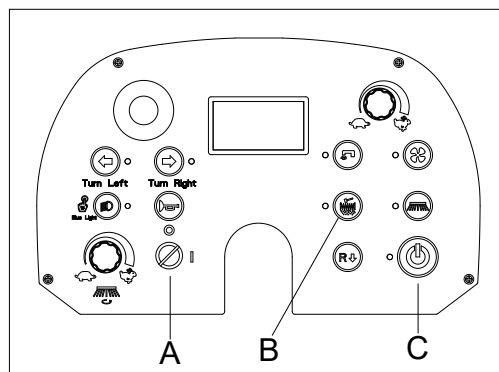

Figura 16
8. Apăsați butonul de pornire cu un singur buton (C, Figura 16) pentru a opri toate funcțiile (aspirare, perii principale/laterale și pompă), iar apoi peria principală și perile laterale vor fi ridicate.
9. Apăsați butonul agitatorului filtrului pentru a porni agitatorul filtrului (B, Figura 16)
11. Rotiți cheia de contact (A, Figura 16) la poziția „O” și scoateți-o.